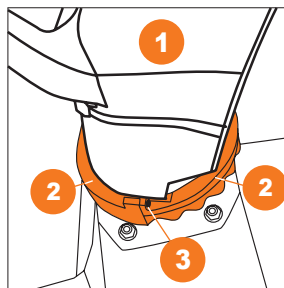

Рис. 23
- Установите желоб **1** на отверстие выброса снега корпуса снегоуборщика. Установите пружинную пластину, зафиксируйте её и желоб двумя пластиковыми зажимками **2** до щелчка, скрепите их саморезами **3** (Рис. 23).